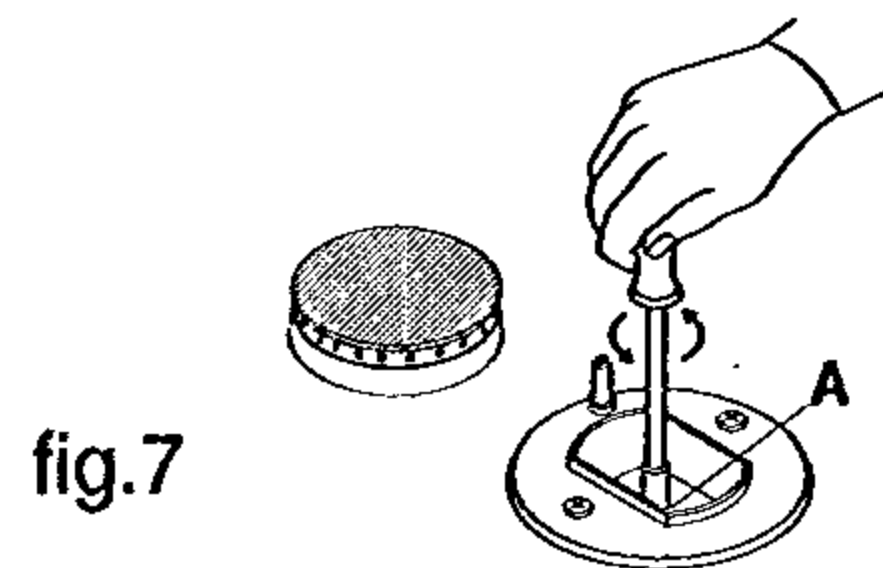

fig.7
- draai de inspuiter "A" (fig.7) met een pijpsleutel van 7 mm los en vervang de inspuiter door de inspuiter die geschikt zijn met het oog op de nieuwe gassoort en houd daarbij onderstaande tabel aan;